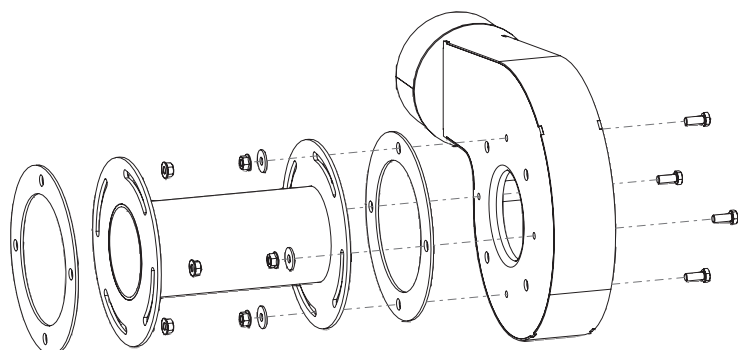

Fig. 79 Montare l'alloggiamento del ventilatore sull'adattatore
- ▶ Inserire dapprima le 4 viti a testa esagonale M8x16 allegate nell'alloggiamento del ventilatore dall'interno, quindi fissare l'alloggiamento del ventilatore all'adattatore con la guarnizione, 4 dadi e le rondelle – Fig. 79.